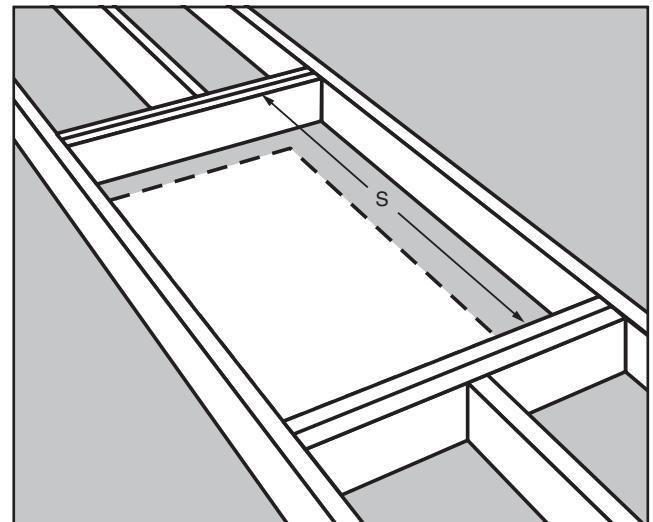

FIGURE 17
ÉTAPE 1. Mesurez la longueur d'entretoise "S" entre les rives (Voir la Figure 17).
ÉTAPE 3. Si la solive de plafond ne procure pas un côté de l'encadrement, coupez alors une deuxième entretoise de la même longueur que la première. Notez qu'un seul tirant est nécessaire en Figure 17 parce que la solive de plafond constitue un côté de l'encadrement.